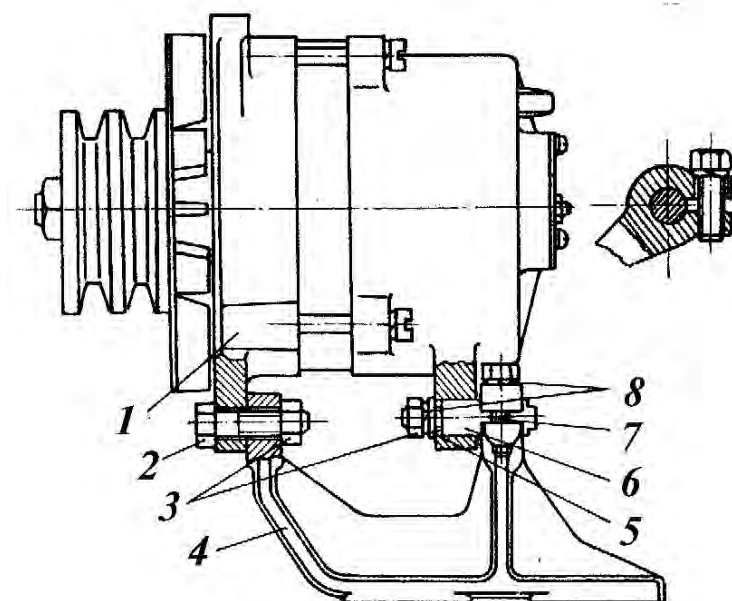

Рис. 11.39. Крепление генератора на двигателе
- вставьте палец 6 (рис. 11.39) в отверстие задней крышки генератора и закрепите гайкой 3 с шайбами 5 и 8;